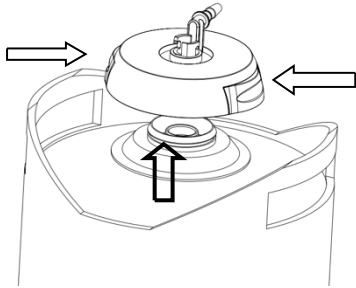

Figura 16
5. Premere i pulsanti sinistro e destro sul dispositivo della valvola della birra per estrarre il dispositivo della valvola della birra dal barilotto di birra vuoto (come mostrato nella Figura 16).